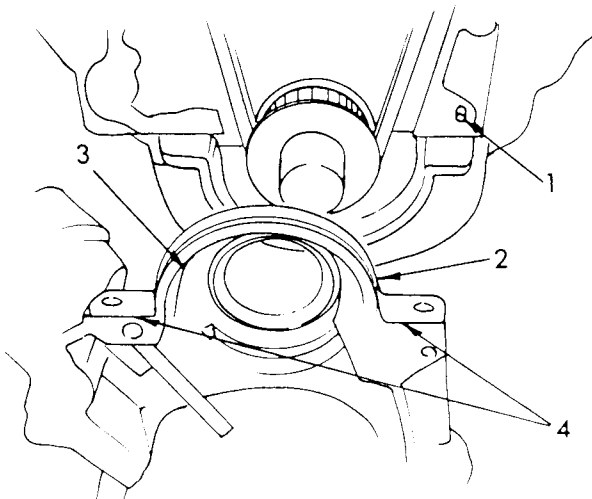

Bild 25 Einzelheiten zum Einbau der Ölwanne.
- Mit einem scharfen Messer oder einer Rasierklinge beide Seiten der Ölwanneabdichtung bündig abschneiden. Die ursprüngliche Dichtung als Vorlage verwenden und die neue Dichtung so abschneiden, dass sie mit dem an der Ölwanne abgeschnittenen Stück übereinstimmt. Bild 25 zeigt eine Ansicht des Deckels und Zylinderblocks und die Stelle, an welcher die Dichtung abzuschneiden ist.
- Die Zungen der neuen Ölwanneabdichtstücke mit der Ölwanneabdichtung ausrichten und am Steuerdeckel ankleben (siehe ebenfalls Bild 25). Die abgeschnittenen Kanten der ursprünglichen Ölwanneabdichtung mit Dichtungsmasse einstreichen.